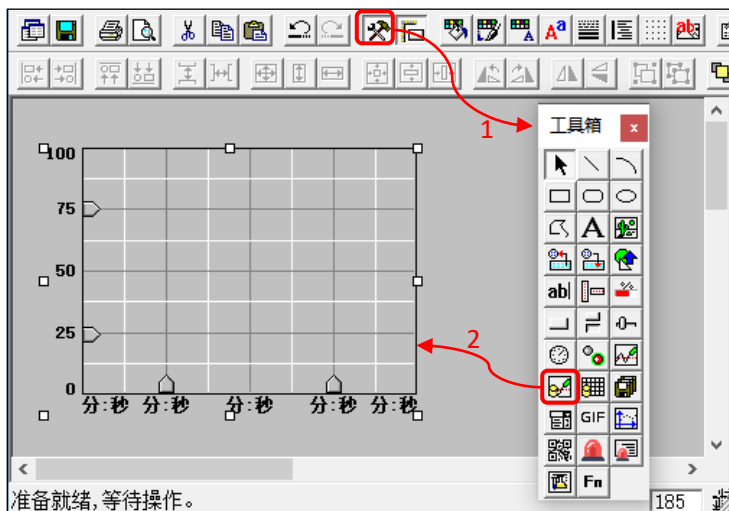

图 5.2-9 绘制历史曲线构件
- 绘制历史曲线构件：如图 5.2-9，在工具箱中选择“历史曲线”构件，并绘制，